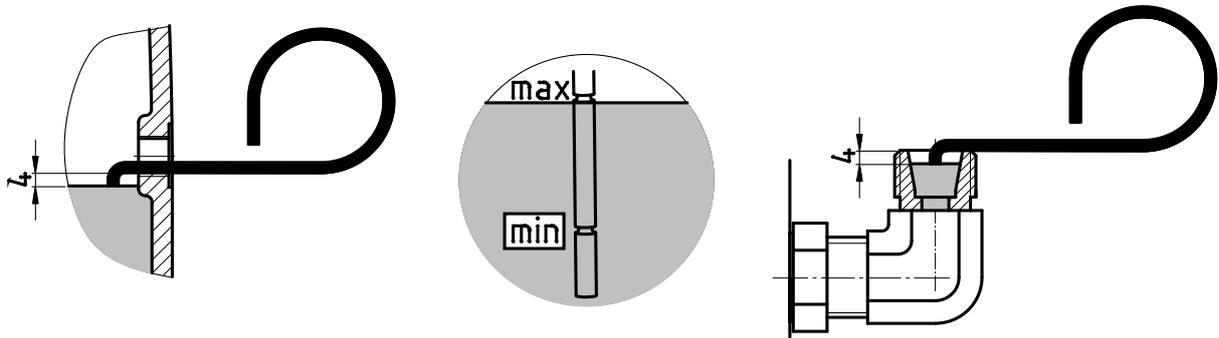

Abbildung 27: Ölstand prüfen mit Ölmesstab
1. Standard-Stirnradgetriebe in Bauform M4 (V1 und V5) haben zum Prüfen des Ölstandes das in Abbildung 27 (rechtes Bild) gezeigte Winkelrohr, das senkrecht nach oben stehen muss. Schrauben Sie vor der Ölstandsprüfung die Druckentlüftung heraus.
3. Prüfen Sie den Ölstand im Getriebe mit dem beiliegenden Ölmesstab (Teile-Nr.: 283 0050) wie in Abbildung 27 (linkes und rechtes Bild) dargestellt. Halten Sie dabei den in das Öl eintauchende Teil des Ölmesstabes senkrecht.
Der Ölstand muss mit Hilfe der Verschlusschraube mit Peilstab (Gewinde G1¼) im Ölstandsbehälter geprüft werden. Der Ölstand muss zwischen der unteren und der oberen Markierung bei ganz eingeschraubtem Peilstab liegen, siehe Abbildung 27 (mittleres Bild). Diese Getriebe dürfen nur in der im Kapitel 7.1 "Bauformen und Einbaulage" angegebenen Bauform betrieben werden.